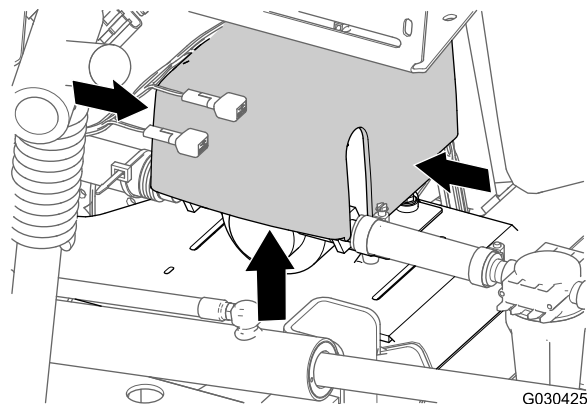

Figura 7
1. Na parte de trás da máquina, pressione as laterais da cobertura da bomba de lavagem e levante a cobertura até as abas da cobertura passarem as ranhuras na placa da sela e retire a cobertura da máquina (Figura 7).